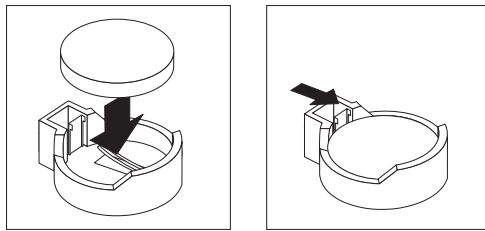

図 51. 新しいバッテリーの挿入
- b. 図 51 に示されるように、バッテリー・クリップの音がするまで、バッテリーをソケットに押し下げます。